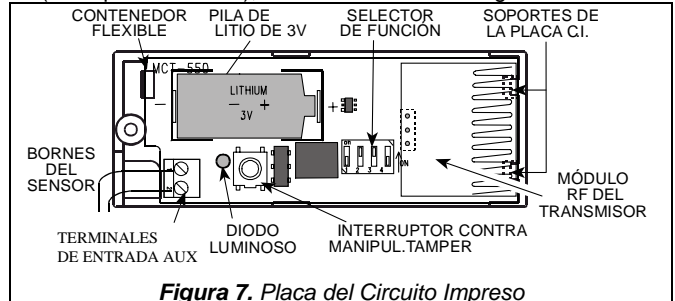

Figura 7. Placa del Circuito Impreso
I. Sujete con las abrazaderas los dos hilos del cable del sensor de inundación dentro de las terminales auxiliares de entrada (no importa el orden), como se muestra en Figura 7.